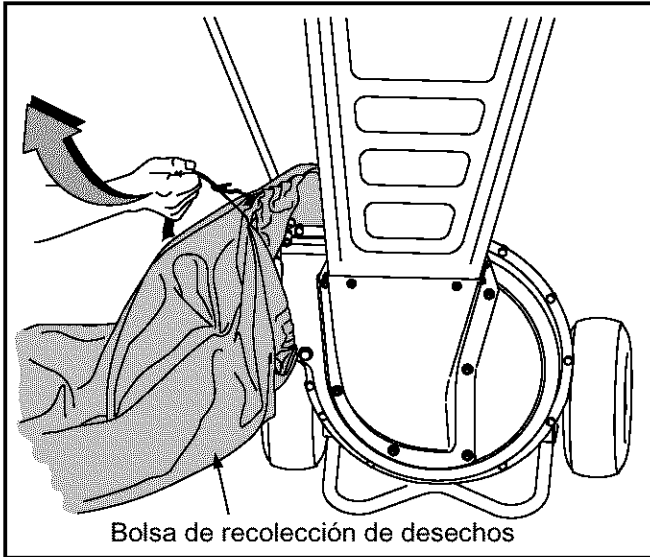

Figura 4
- Tire de la tira de extracción hasta que la bolsa quede ajustada alrededor del canal de descarga. Ver Figura 4.
- Vacíe la bolsa y vuelva a colocarla en la abertura del canal de descarga. Consulte Figura 4.